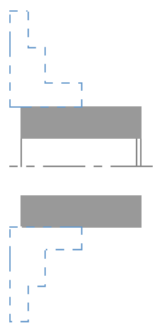

图 13.5.14 预览夹爪形状和位置
Step5. 设置夹头尺寸。在“机床组件管理 - 夹头设置”对话框中设置参数如图 13.5.13 所示。单击 **预览车床边界** 按钮查看夹爪，如图 13.5.14 所示；按 Enter 键，然后在“机床组件管理 - 夹头设置”对话框中单击 **✓** 按钮，系统返回到“机器群组属性”对话框。